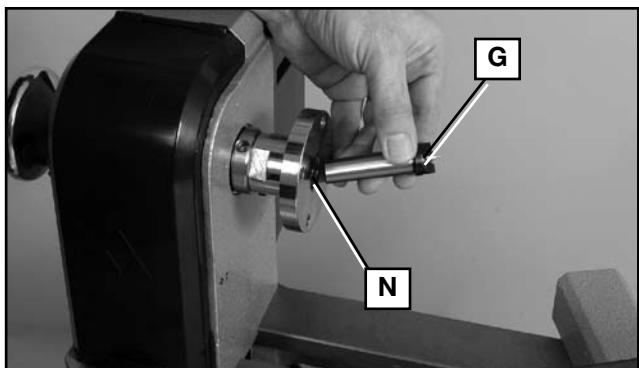

Fig. 6
Utiliser un maillet-caoutchouc pour enfoncez la pointe à griffe dans la pièce. Puis, l'insérer (G), fig. 6, à fond dans l'alésage de l'arbre (N) de la poupée fixe.